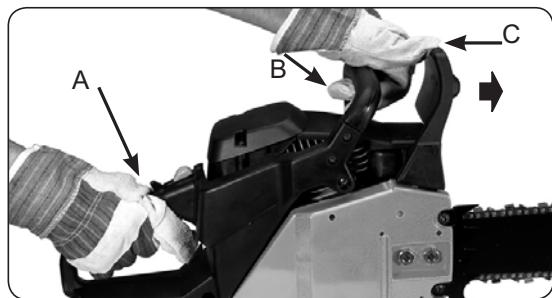

Рис. 8
3. Возьмитесь за заднюю рукоятку (A) правой рукой. (Рис. 8)
4. Левой рукой крепко возьмитесь за переднюю рукоятку (B), а не за рычаг тормоза цепи (C).
5. Нажмите на рычаг газа до 1/3 от его хода, после этого сразу же задействуйте рычаг тормоза цепи (C)